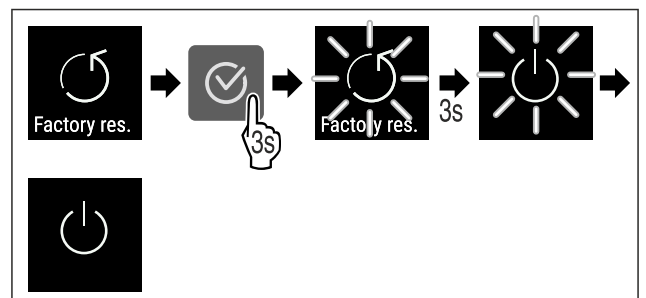

Fig. 113
- ▶ Suivre les étapes (voir Fig. 113) .